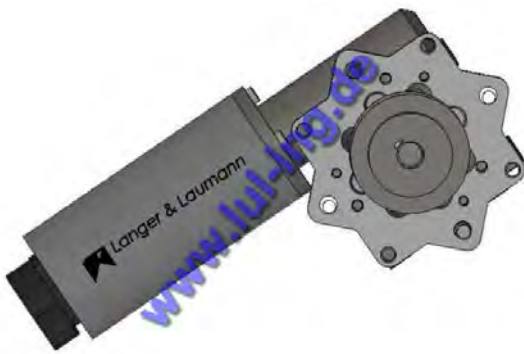

Abb. 9: Motor mit einer Schraube montieren und dann den Zahnriemen auflegen.
1. Motor mit einer Schraube montieren (Abb. 9: Motor mit einer Schraube montieren und dann den Zahnriemen auflegen.)